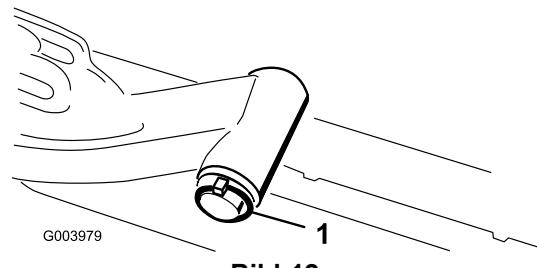

Bild 12
- A. Nehmen Sie den Klappstecker und die Scheibe ab, mit denen der Gelenkschaft des Hubarms am Hubarm befestigt ist. Schieben Sie die Gelenkwelle des Hubarms aus dem Hubarm (Bild 12).
- C. Setzen Sie den Hubarmschaft in den Hubarm ein und befestigen Sie ihn mit der Scheibe und dem Klappstecker (Bild 12).